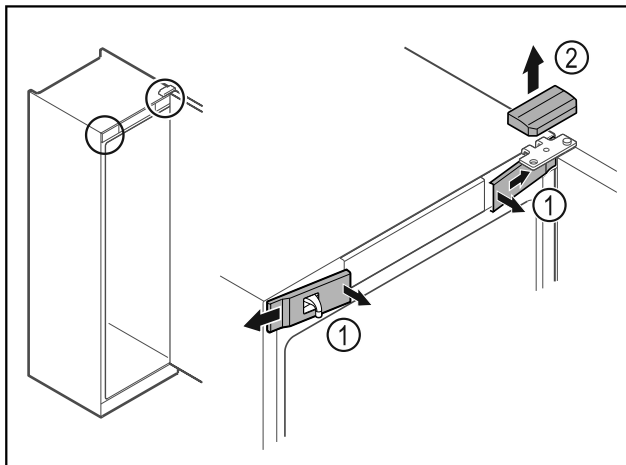

Fig. 13
- ▶ Vidinėje pusėje atfiksukite priekines dengiamąsias plokšteles Fig. 13 (1) ir nuimkite jas į šoną.
- ▶ Nuimkite viršutinę dengiamąją plokštelę Fig. 13 (2) į viršų.